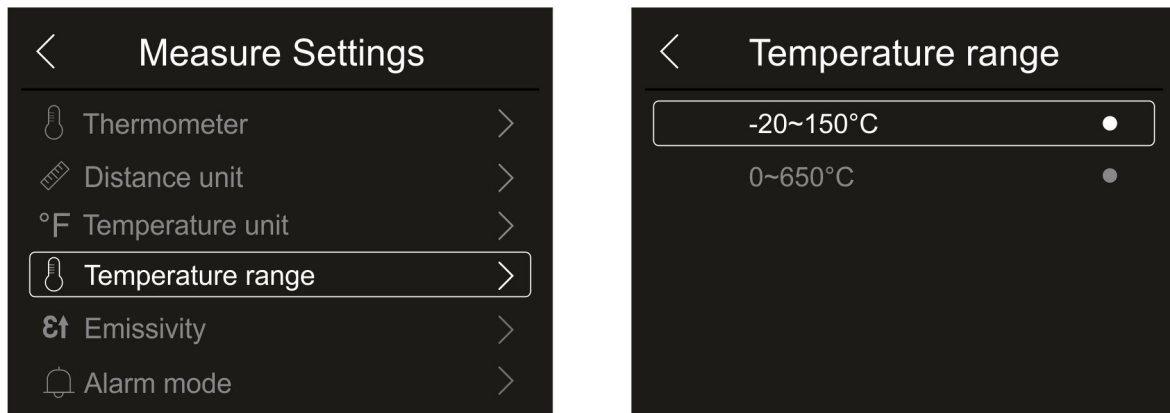

Fig. 27: Menú configuración rango medida de temperatura
1. Toque el texto “Temperature range” para realizar la configuración del rango de medida de la temperatura realizada por el instrumento (esta opción es relativa al modo de medida Normal). Se muestra la Fig. 27 – parte derecha: